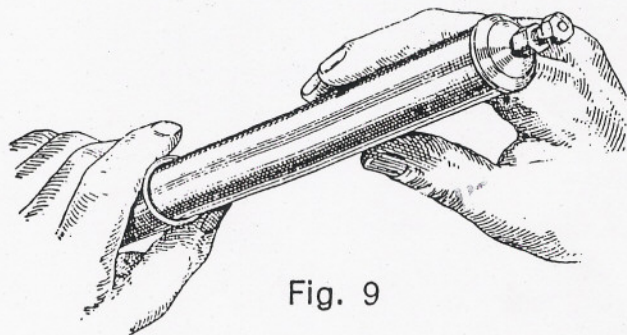
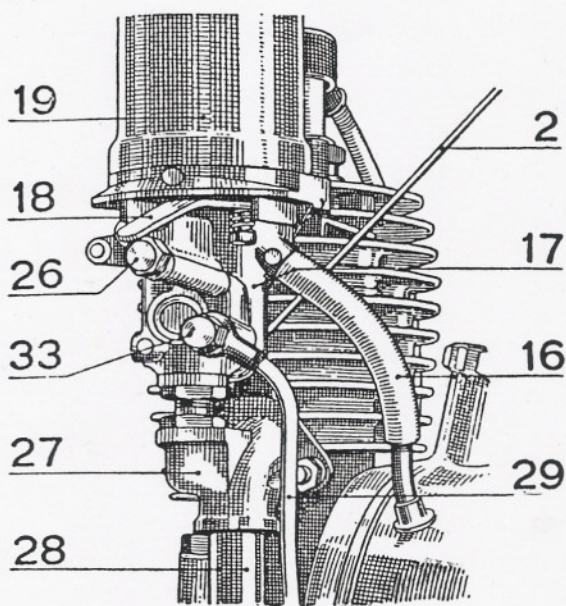

Fig. 9
Fig. 12
**Nota.** — Des impuretés en suspension dans l'essence peuvent boucher le gicleur. Après l'avoir démonté, soufflez dans l'orifice calibré à l'aide de la pompe à pneus (fig. 9, page 12), en utilisant le raccord spécial fourni à cet effet, que l'on trouvera dans le coffret métallique à outils.
**Manœuvres incorrectes.** — Cas très rare étant donnée la simplicité d'emploi du moteur. Toutefois, lors d'un départ, le moteur étant chaud, contrôlez si le volet d'air du carburateur n'est pas fermé (18) fig. 12.
**Alimentation défectueuse** (Fig. 12). — Vérifiez la quantité d'essence contenue dans le réservoir. Débranchez le tuyau de retour (16) du trop-plein du carburateur, décompressez afin de pouvoir faire tourner facilement le moteur en poussant la bicyclette à la main, et assurez-vous que l'essence coule par la canalisation débranchée. S'il n'en est pas ainsi, nettoyez l'arrivée d'essence (33) du carburateur et les filtres de la pompe (voir page 12). En même temps, assurez-vous que le joint d'étanchéité du couvercle de la pompe n'est pas détérioré et que les raccords des canalisations d'arrivée et de départ de la pompe sont bien serrés. Si le joint d'étanchéité du couvercle de pompe est en mauvais état ou si les raccords sont mal serrés, la pompe à essence ne fonctionne plus et l'essence s'émulsionne ou n'arrive pas. Si ces vérifications ne donnent pas de résultat, s'adresser à une **Station-Service VéloSoleX** qui recherchera la cause de l'alimentation déficiente.
**Gicleur bouché** (Fig. 12). — Si l'essence coule par la canalisation débranchée (16), et que le moteur refuse de partir, il est possible que le gicleur (26) soit bouché. Le démonter et le nettoyer à l'aide de la pompe à pneu et du raccord spécial. (Voir fig. 9, page 12).